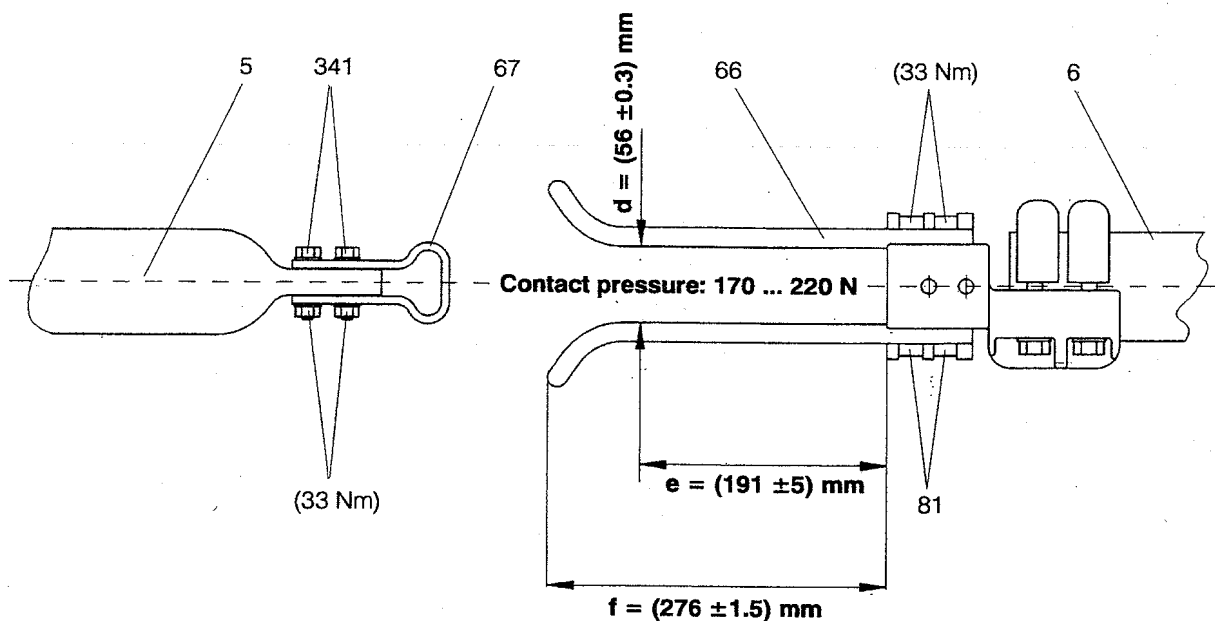

Рисунок 66: Уход за разъединителем. Замена контактных пальцев (66) и контактов (67)
3. Очистите контактные пальцы (66) и контакты (67) — Рис. 66; проверьте, не повреждён ли слой серебра и, если необходимо, замените
4. Смажьте контактные пальцы (66) и контакты (67)